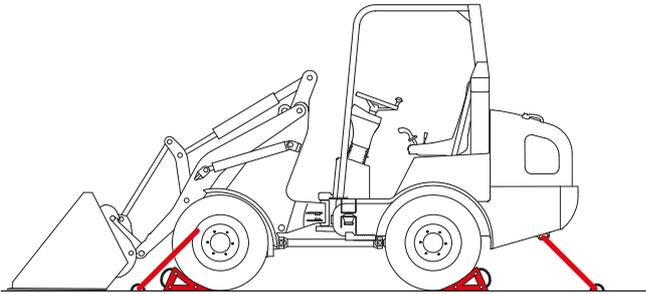

Abb. 159
4. Fahrzeug wie in *Abb. 159* dargestellt verzurren.